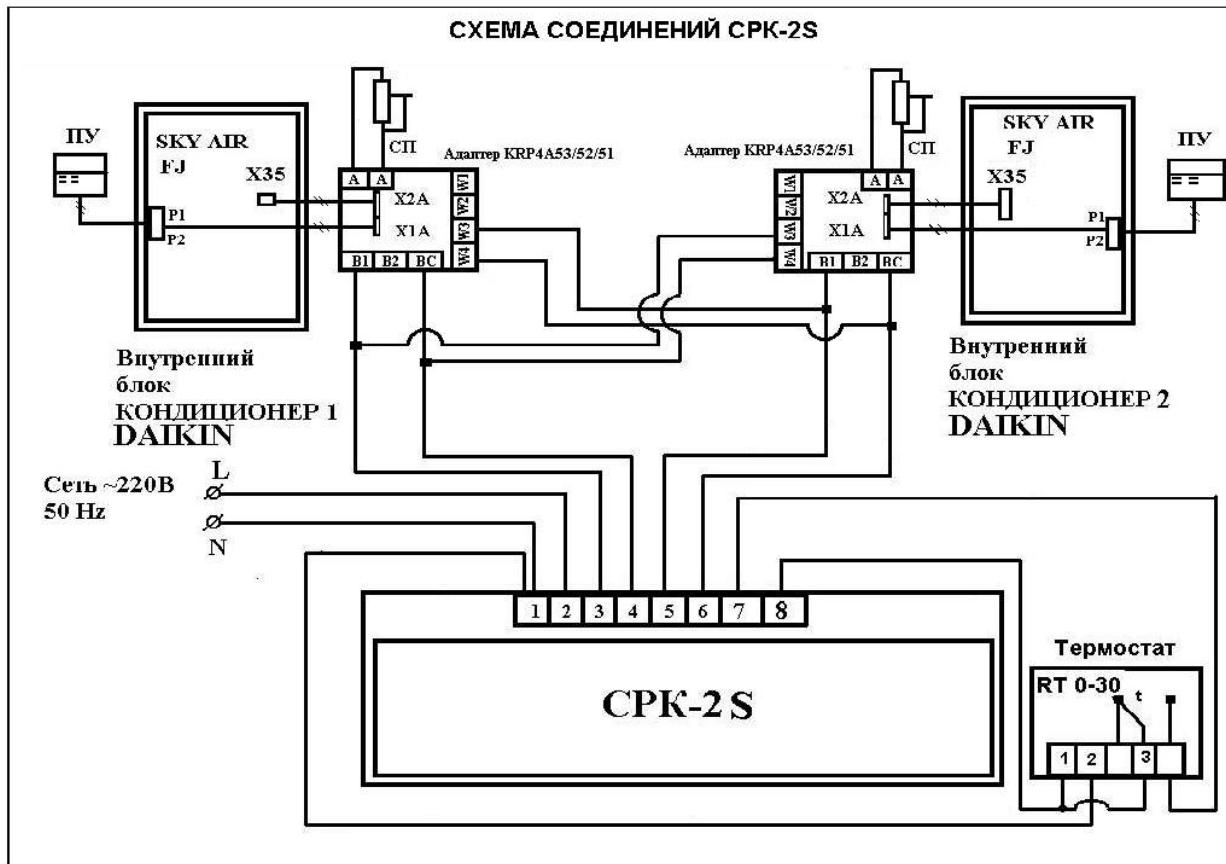

Рисунок 2 Схема соединений СРК-2S
При переключении таймера через контакты (3,4) (рис.2) замыкается цепь 1-го адаптера (2) и включается 1-ый кондиционер, следующее переключение таймера размыкает контакты (3,4) цепи 1-го адаптера (2) и выключается 1-ый кондиционер, в то же время, через контакты (5,6) замыкается цепь 2-го адаптера(3) и включается 2-ой кондиционер. Далее циклы переключений повторяются бесконечно, до тех пор, пока есть напряжение питания модуля.
Термостат(3) (рис. 2), настенного исполнения, должен быть установлен в месте, где температура воздуха соответствует средней температуре воздуха в рабочей зоне помещения.
После установки элементов выполнить электрические соединения в соответствии с принципиальной схемой соединений (рис.2).